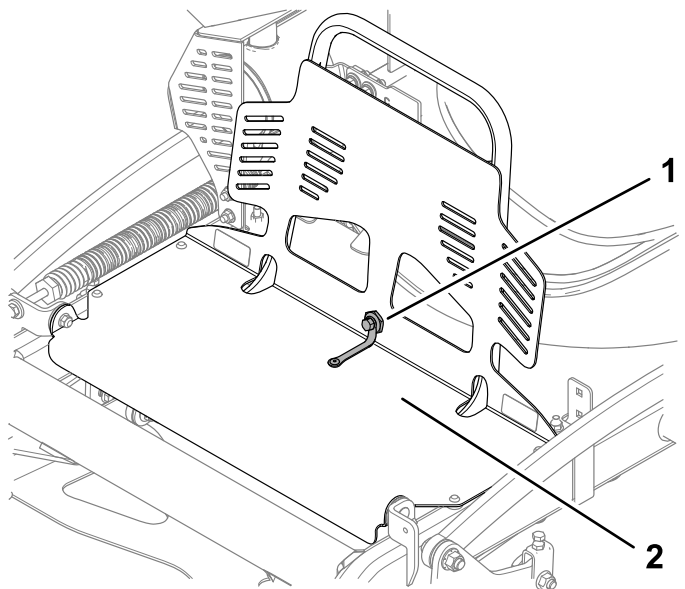

Figure 33
1. Retirez le boulon et l'écrou à épaulement qui fixent la protection du moteur à l'extension de la protection (Figure 33).